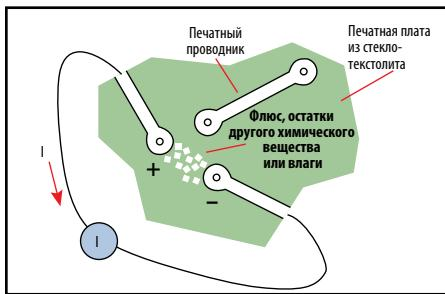

Рис. 6
**Загрязнения и влажность** могут создавать токи ошибки вследствие электрохимических эффектов, возникающих при попадании загрязнений (ионных электролитов) между двумя проводниками печатной платы и образующих слабые гальванические элементы. В частности, в широко используемых печатных платах из стеклотекстолита при наличии остатков раствора для травления, флюса, масел, солей (например, в следах пальцев) и других загрязнений, могут создаваться токи порядка нескольких наноампер (рис. 6). Чтобы избежать влияния загрязнений и влажности, следует выбирать изоляторы, не поглощающие влагу, и поддерживать влажность на умеренном уровне. Кроме